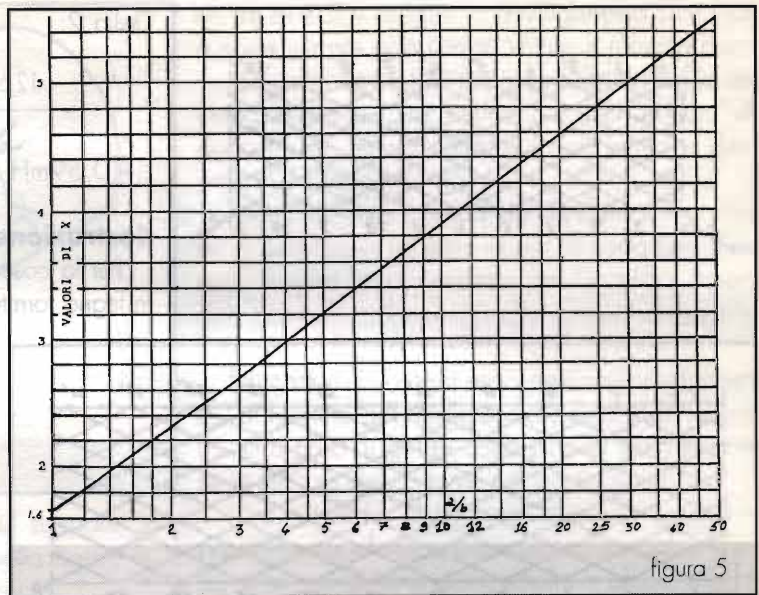

figura 5
X: coeff. correttivo (grafico figura 5)
fissato, ad es.: $b = 2$ cm si ha $a/b = 3,25/2 = 1,62$ e dal grafico di figura 5: $X = 2,1$
- 2) Il grafico di figura 5 è approssimabile con;